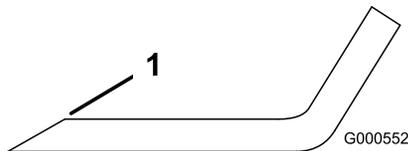

Figure 62
1. Au moyen d'une lime, aiguissez les tranchants aux deux extrémités de la lame (Figure 62).
**Remarque:** Si la lame est déséquilibrée, limez un peu l'extrémité de l'ailette seulement (Figure 62).